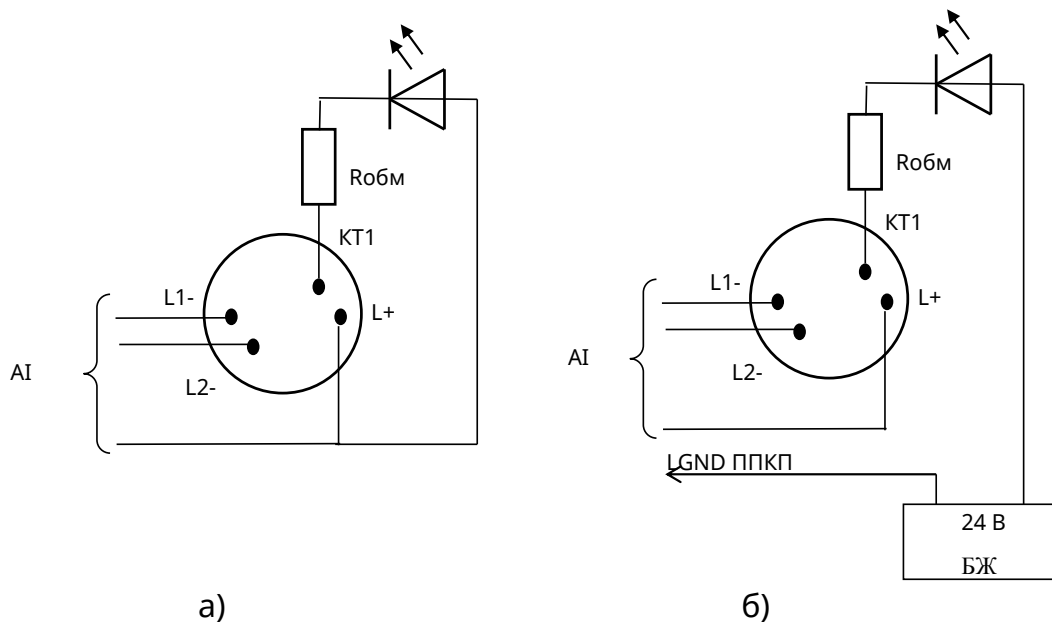

Рисунок 4 – Підключення ВПОС або світлодіода
5.2 Якщо за проектом використовують ВПОС з живленням від АІ, то його мінусовий контакт з'єднують з гвинтовою клемою з маркуванням «2» (КТ1), а плюсовий – гвинтовою клемою з маркуванням «1» (L+) (рис.4а, наявність Rобм залежить від типу ВПОС і його робочого струму). Замість ВПОС допускається підключення світлодіода через резистор Rобм з опором не менше 10 кОм. Для ВПОС слід підбирати світлодіод з малим струмом споживання (близько 2 мА).
Якщо живлення пристроїв виносної індикації передбачають від зовнішнього БЖ, СПТА підключають згідно рис. 4б. Мінусовий дріт від БЖ підключають до клеми «LGND» ППКП. Вихідна напруга БЖ повинна бути не більше 30 В і повинна забезпечувати робочий струм ВПОС.